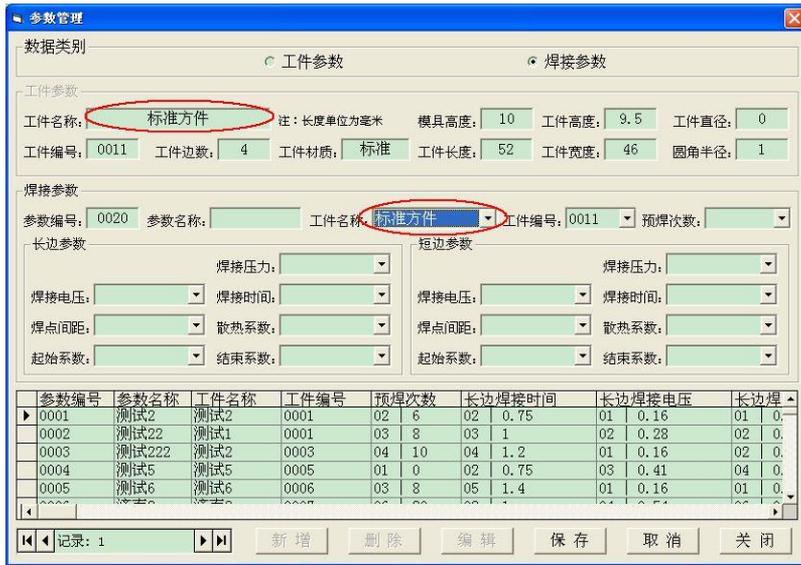

图 2-7 新增“焊接参数”
- ① 工件名称、工件材质：可输入 10 位以内字符。
- ② 工件编号：不可更改，系统自动生成。
- ③ 工件边数：工件边数只能为 4 或 0，0 表示圆形。
- ④ 工件长、宽、高等参数：以 mm 为单位，可保留小数点后两位。
- ⑤ 单击“保存”按钮，可添加一条新的工件参数；单击“取消”按钮，则放弃添加新的工件参数。
(5) 新增“焊接参数”，如图 2-7 所示。